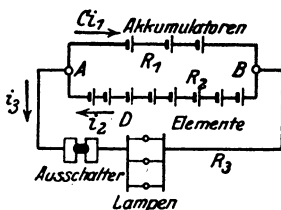

Abb. 31. Schaltung einer Beleuchtungsanlage zu Aufgabe 95.
95. Jemand wünscht sich eine kleine Beleuchtungsanlage einzurichten. Er schafft zu diesem Zweck 3 [4] Akkumulatoren von je 2 [1,59] V EMK und 0,033 [0,008] Ω innerem Widerstande an. Parallel zu den Akkumulatoren werden zum Laden derselben 8 [11] Meidinger Elemente von je 9 [10] Ω innerem Widerstand und 1 [1] V EMK geschaltet. An die gemeinschaftlichen Klemmen A und B (Abb. 31) werden Glühlampen, deren Kombinationswiderstand 4 [7,5] Ω beträgt, angeschlossen. Gesucht wird: